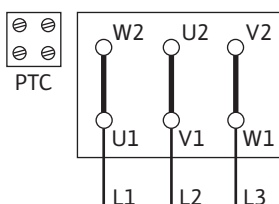

Fig. 12: Δ-povezava
- Omrežni priključek je odvisen od moči motorja P2, omrežne napetosti in tipa zagona. Potrebno vezavo povezovalnih mostičev v priključni omarici najdete v naslednji tabeli ter na Fig. 12, 13 in 14.